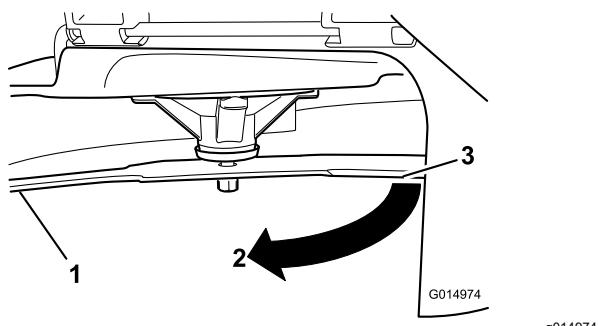

Figure 75
3. Mesurez la distance entre la lame et la surface (A)
4. Tournez la même lame de 180 degrés pour amener le tranchant opposé à la même position (Figure 75).